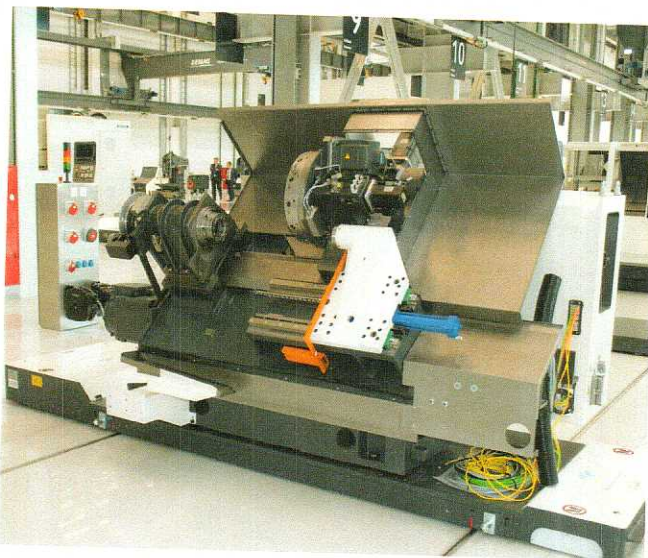

Рис.1 Компоновка станка DMG Mori. Показать расположение станины, шпиндельной бабки, револьверной головки, направляющих, задней бабки
1. Провести анализ компоновки станка с ЧПУ модели DMG Mori приведенного на рис.1 и определите название базовых деталей и механизмов.
2. Провести анализ компоновки станка с ЧПУ приведенного на рис.1 и проставьте номера базовых деталей и механизмов.